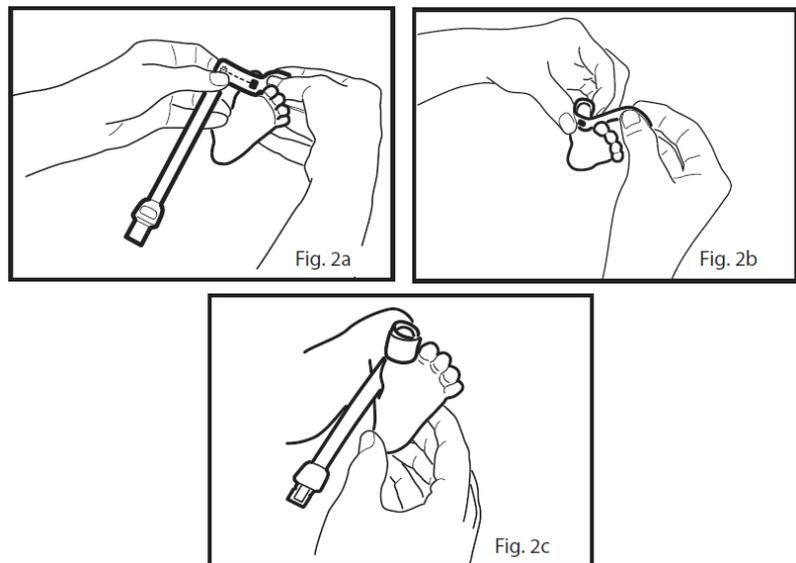

Fig. 20 RD SET Sensor Anwendung für Kleinkinder 3-20 kg
- 2 Siehe Bild 2a in Fig. 20: Verlegen Sie das Sensorkabel so, dass es an der Oberseite des Fußes entlang verläuft. Positionieren Sie den Detektor auf dem fleischigen Polster der großen Zehe. Alternativ kann auch der Zeh neben dem großen Zeh oder der Dau-
- 3 Siehe Bild 2b in Fig. 20: Wickeln Sie die Klebefolie so um den Zeh, dass der Sender auf dem Nagelbett des großen Zehs positioniert ist. Um genaue Daten zu erhalten, muss das Detektorfenster vollständig abgedeckt werden.
- 4 Siehe Bild 2c in Fig. 20: Vergewissern Sie sich, dass das Senderfenster (roter Stern) auf der Oberseite der Zehe direkt gegenüber dem Detektor ausgerichtet ist. Überprüfen Sie die korrekte Positionierung und positionieren Sie sie gegebenenfalls neu.